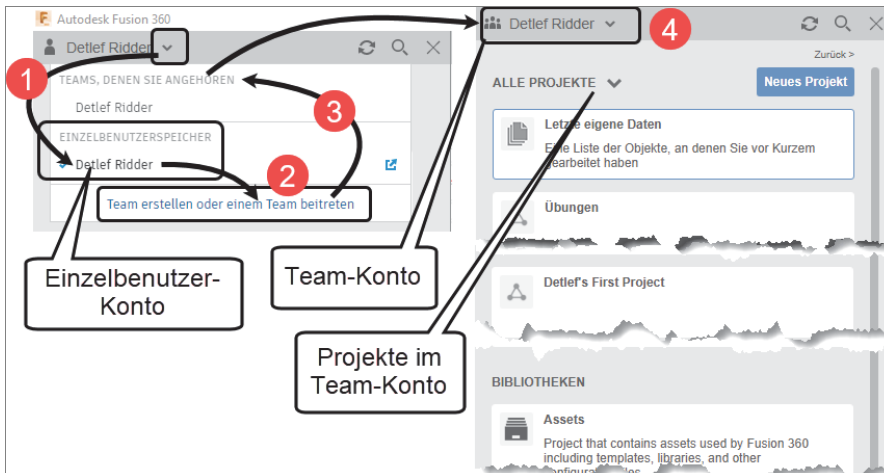

Abb. 1.8: EINZELBENUTZER- und TEAM-KONTO
Neben dem normalen EINZELBENUTZER-KONTO können Sie auch ein TEAM-KONTO anlegen (Abbildung 1.8) ❶–❹ um dort Projekte auch zur Beteiligung anderer freizugeben.